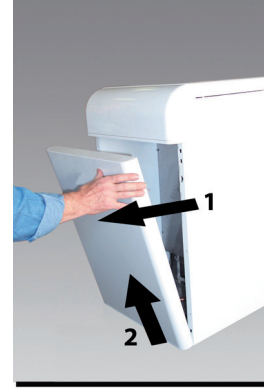

fig. 7 - Apertura pannello anteriore
Per aprire il pannello anteriore della caldaia, vedere la sequenza indicata nella fig. 7.
- Togliere il pannello anteriore della caldaia (fig. 7).